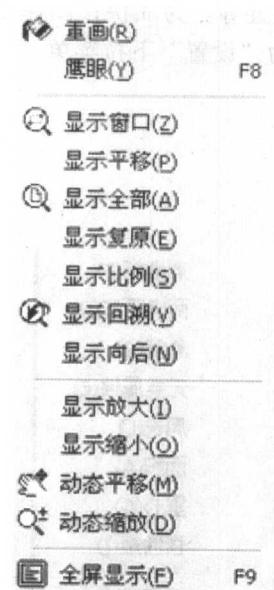

图 1-5 显示下拉菜单
(3) 显示 显示命令与编辑命令不同，它们只改变图形在屏幕上的显示方法，而不能使图形产生实质性的变化，它们允许操作者按期望的位置、比例、范围等条件进行显示，但是，操作的结果既不改变原图形的实际尺寸，也不影响图形中原有实体之间的相对位置关系。换句话说，显示命令的作用只是改变了用户的主观视觉的效果，而不会引起图形产生客观的实际变化。显示控制包括有重画、鹰眼、显示窗口、显示平移、显示全部、显示复原、显示比例、显示回溯、显示向后、显示放大、显示缩小、动态平移、动态缩放和全屏显示等命令。图 1-5 所示为“显示”下拉菜单。